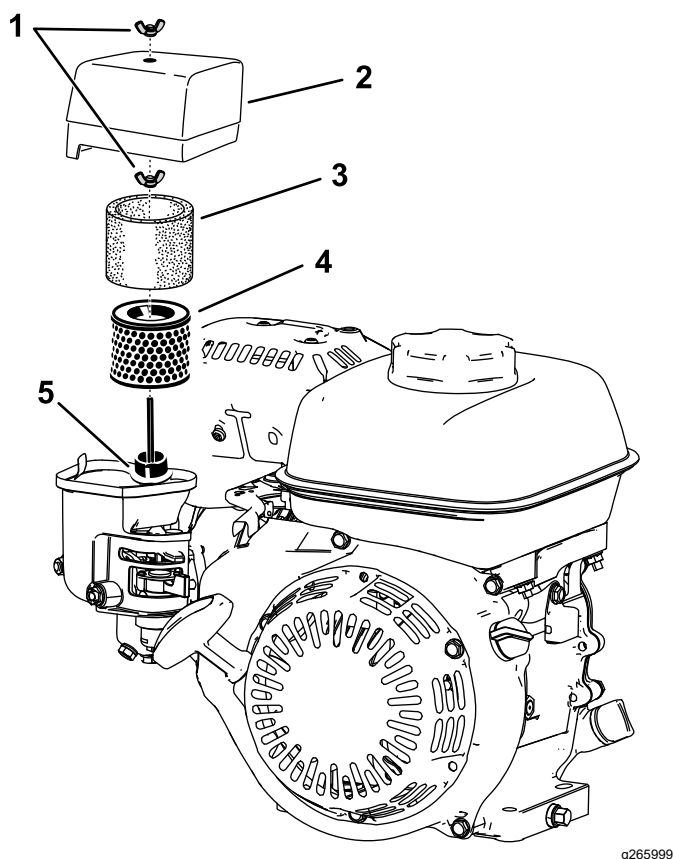

Рисунок 27
- Отверните барашковую гайку, которая крепит крышку воздухоочистителя (Рисунок 27).